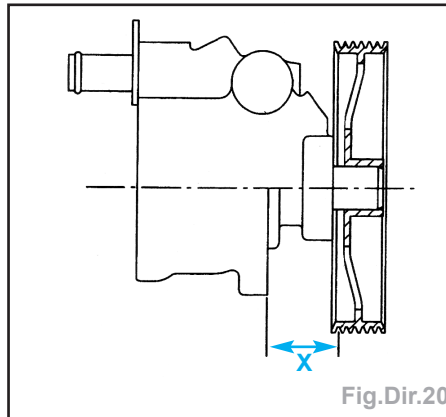

Fig.Dir.20
- respecter la cote d'emmanchement de la poulie (Fig.Dir.20),
- (X) = $31,65 \pm 3$ mm.